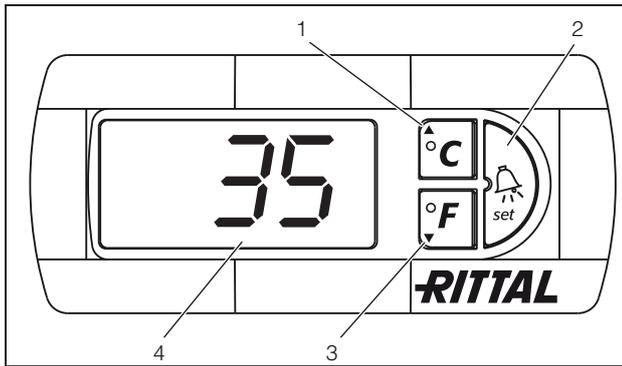

Fig. 21: Visualizzazione stato di funzionamento/guasti del sistema tramite controllo e-Comfort
Il controllo e-Comfort dispone di un display a 7 segmenti (fig. 21, nr. 4). Dopo l'inserzione dell'alimentazione, sul display appare per ca. 2 secondi la versione del software utilizzato. In modalità di funzionamento normale il display visualizza sia la temperatura (in gradi Celsius o gradi Fahrenheit, commutabili) sia le segnalazioni di guasto.
Per la programmazione dell'apparecchio si utilizzano i tasti 1 – 3 (fig. 21). I relativi parametri vengono visualizzati in modo analogo sul display.
- Premere contemporaneamente i tasti 1 e 2 (fig. 21) per min. 5 secondi.
Con i tasti 1, 2 e 3 (fig. 21) è possibile modificare i parametri entro i campi predefiniti (valore min., valore max.).
La funzione Eco-Mode dello scambiatore di calore aria-acqua consente di ottenere un risparmio energetico quando il carico di calore dell'armadio è ridotto o nullo in determinate condizioni (ad es. standby, nessuna produzione o fine-settimana). Quando la temperatura interna dell'armadio è inferiore di 10 K rispetto alla temperatura di set, il ventilatore dello scambiatore viene disattivato. Per controllare comunque in modo continuo e in tempo reale la temperatura interna dell'armadio anche in tale fase, il ventilatore funziona ciclicamente ogni 10 minuti per 30 secondi (vedi fig. 21). Se la temperatura interna supera nuovamente il valore impostato -5 K, il ventilatore ritorna in modalità di funzionamento continuo. Per esigenze specifiche, la funzione Eco-Mode è disattivabile tramite il display di comando. A tal fine, nel livello di programmazione, cambiare l'impostazione del parametro da 1 a 0 (vedi tabella 7, pagina 14). Il ventilatore funziona quindi in modalità continua.